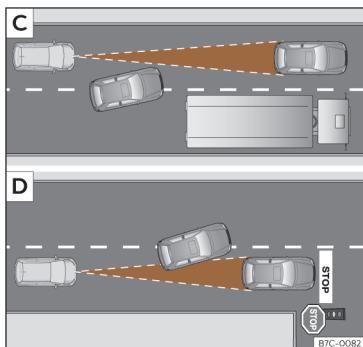

Fig. 134 [C] Mudança de faixa de um veículo. [D] Veículo em circulação e outro parado.
- Veículos que mudem para a faixa na qual circula a pouca distância do veículo >>> **Fig. 134 [C].**
O ACC pode não reagir perante veículos parados. Se, por exemplo, um veículo detetado pelo ACC roda ou se afasta e em frente do mesmo se encontra um veículo parado, o ACC não reagirá face a este último >>> **Fig. 134 [D].**